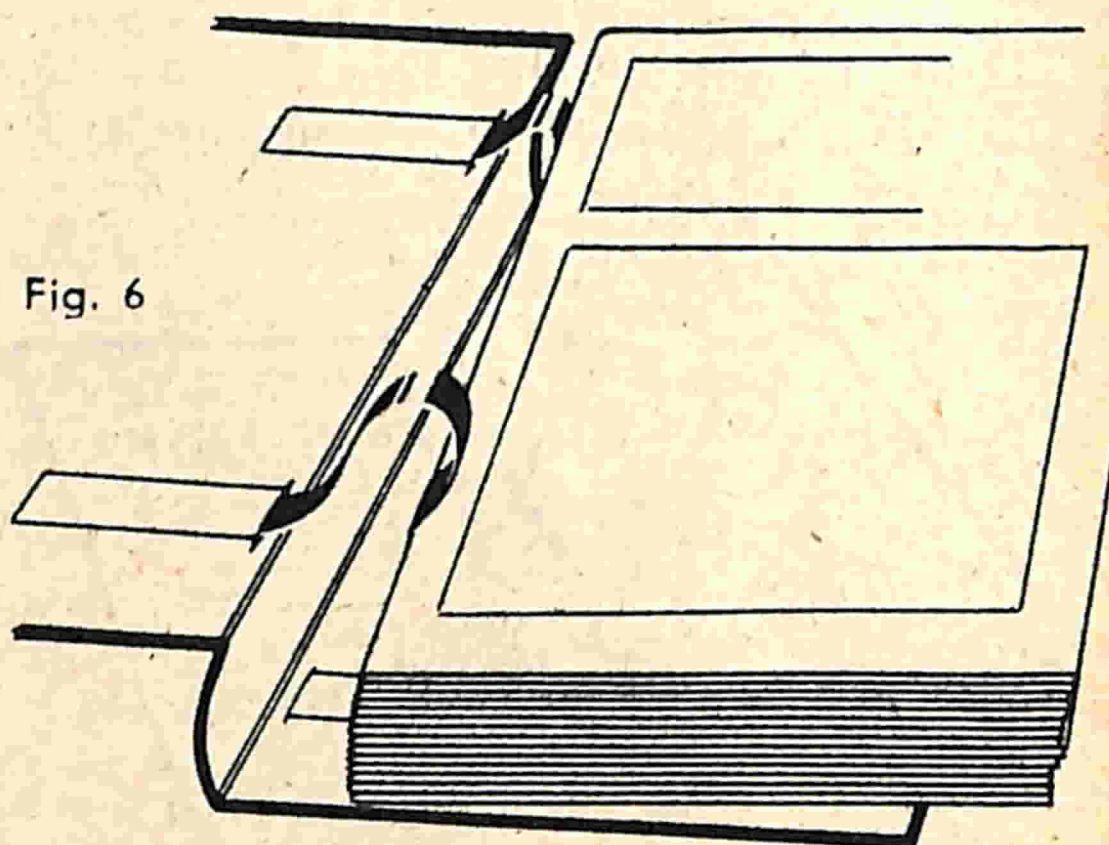

Fig. 6
f) infilare i nastri in acciaio flessibile negli « alveoli » dei « piatti » della copertina ed assestare i vari fascicoli (fig. 6).